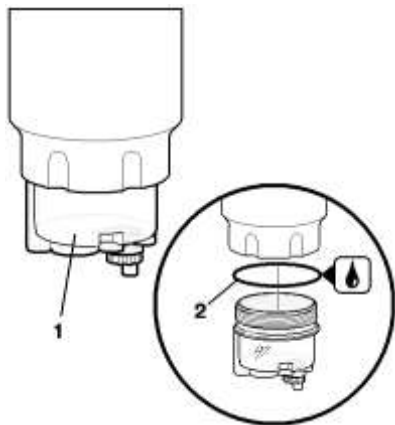

Рисунок 41. Замена водосборного отстойника:
3. Отвернуть отстойник 1 (рисунок 41) с помощью специального ключа из упаковки нового отстойника, при этом необходимо удерживать сменный фильтр, чтобы он не отвернулся.